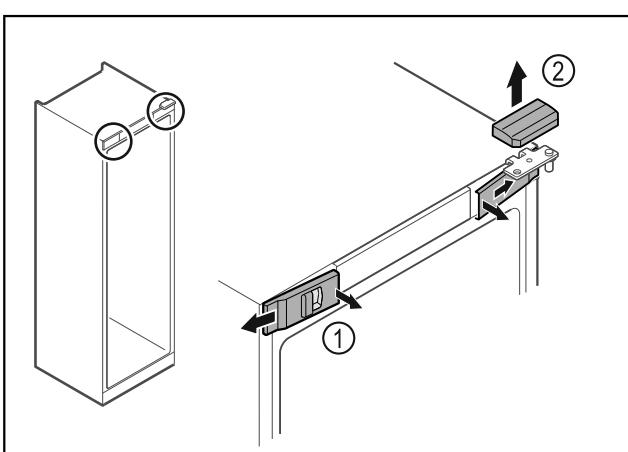

Fig. 10
- Odistite zvnútra predné kryty Fig. 10 (1) a odoberte ich do strany.
- Odoberte horný kryt Fig. 10 (2) nahor.